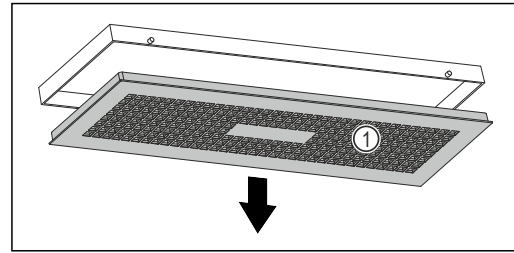

Fig. 106
- Ruotare lentamente la vaschetta dell'acqua verso il basso e tenere fermo il coperchio Fig. 106 (1).
- Rimuovere il coperchio Fig. 106 (1).